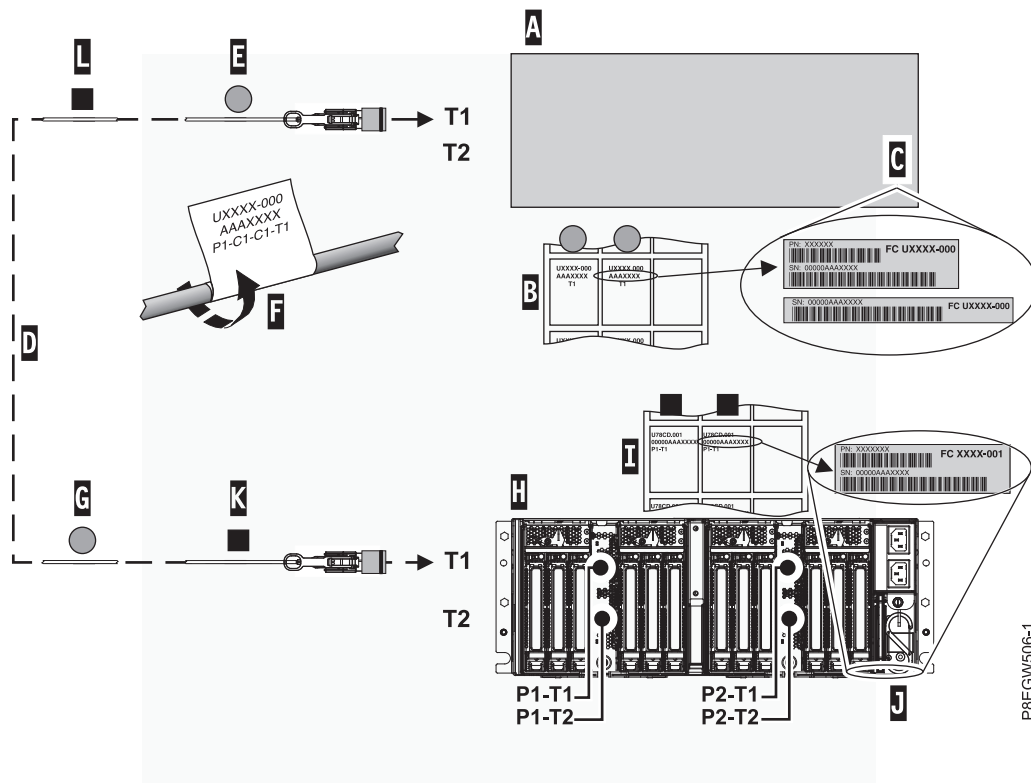

図 19. 拡張ドロワー・ケーブルのラベル付け
注: これらの手順を実行するときは、27 ページの図 19を参考にしてください。
- ホスト・システム上の PCIe3 ケーブル・アダプターの位置に対応する、ホスト・システム・ラベル・シート (B) 上のラベルを見つめます。
- 拡張ドロワー・ケーブルの 1 つを、ポート T1 に取り付ける上部ケーブル (D) として選択します。
- 左端の Cx-T1 ラベルをケーブルのコネクター端 (E) に貼り付けます。『図 19』を参照してください。ラベルを、位置情報が見えるように、空白の端の方を先にして巻き付けます (F)。
- もう 1 枚のラベル Cx-T1 をホスト・システム・ラベル・シート (B) から取り、PCIe3 拡張ドロワーに取り付けるケーブルの反対側の端に貼り付けます。ラベルは、ケーブルの端から 100 mm を超えて離して貼り付けてください (G)。
- f. 左端の P1-T1 ラベルを、ケーブルのコネクタ端に貼り付けます (**K**)。『27 ページの図 19』を参照してください。ラベルを、位置情報が見えるように、空白の端の方を先にして巻き付けます (**F**)。
- g. 拡張ドロワー・ラベル・シートから、もう 1 枚の P1-T1 ラベルを取り、ケーブルの反対側の端に、端から 100 mm を超えて離して貼り付けます (**L**)。『27 ページの図 19』を参照してください。